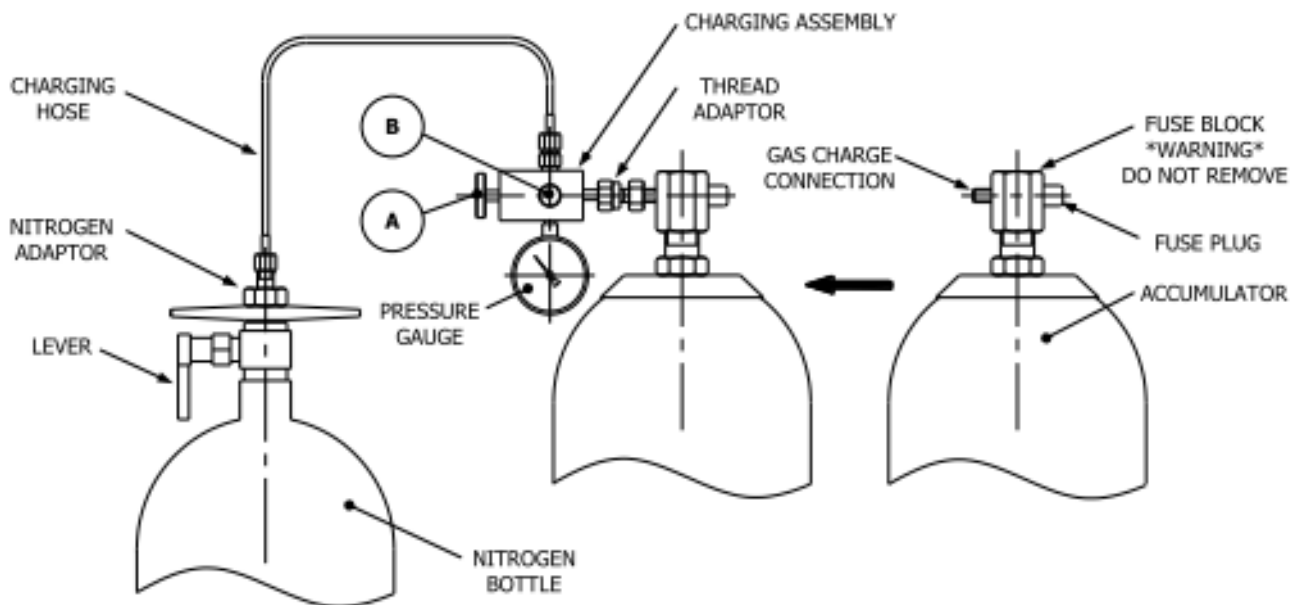

Figure 8.17 : Configuration de la précharge de l'accumulateur
- Ôtez le bouchon d'étanchéité de l'embout permettant de charger le gaz. Voir figure 8.17 : Configuration de la précharge de l'accumulateur.